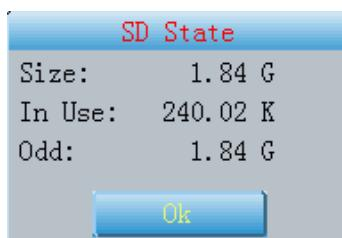

Fig. 7-4
2. Haga clic en el ícono para comprobar el estado de la tarjeta SD, como en la Fig.7-4.